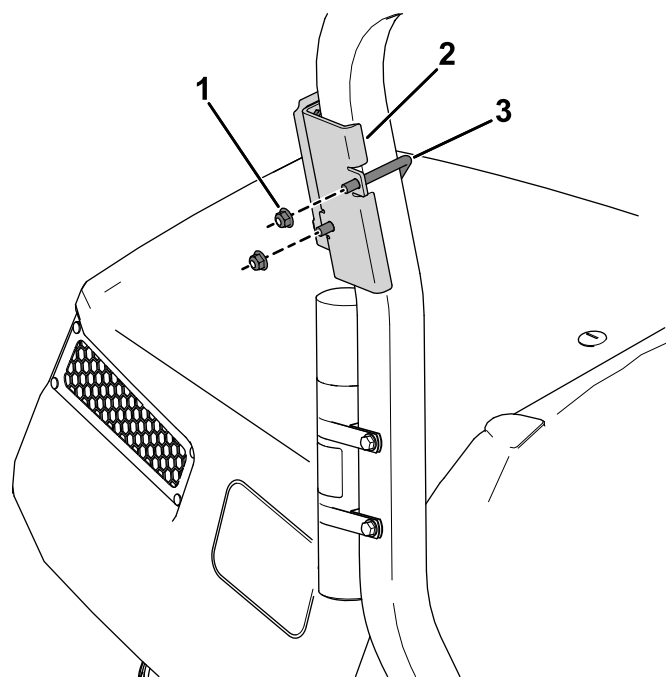

図 12
2. U ボルトとフランジナット ($\frac{3}{8}$ ") 2個を使って、デバイスブラケットをロールバーのマニュアルチューブの上の領域に固定する(図 12)。